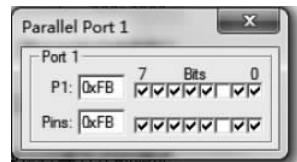

图 3-14 P1 口仿真窗口
(3) 选择 Peripherals→I/O-Ports→Port 1 命令, 打开 Parallel Port 1 仿真窗口, 如图 3-14 所示。